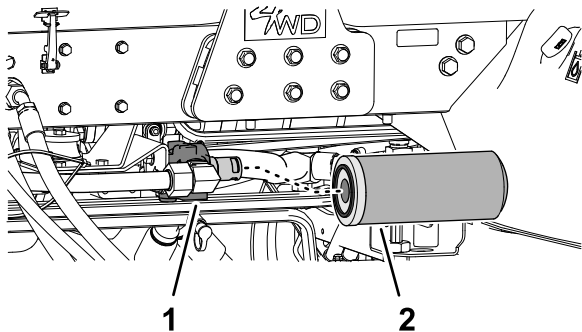

Figure 153
1. Nettoyez la surface autour du filtre de retour et de la tête du filtre (Figure 153).